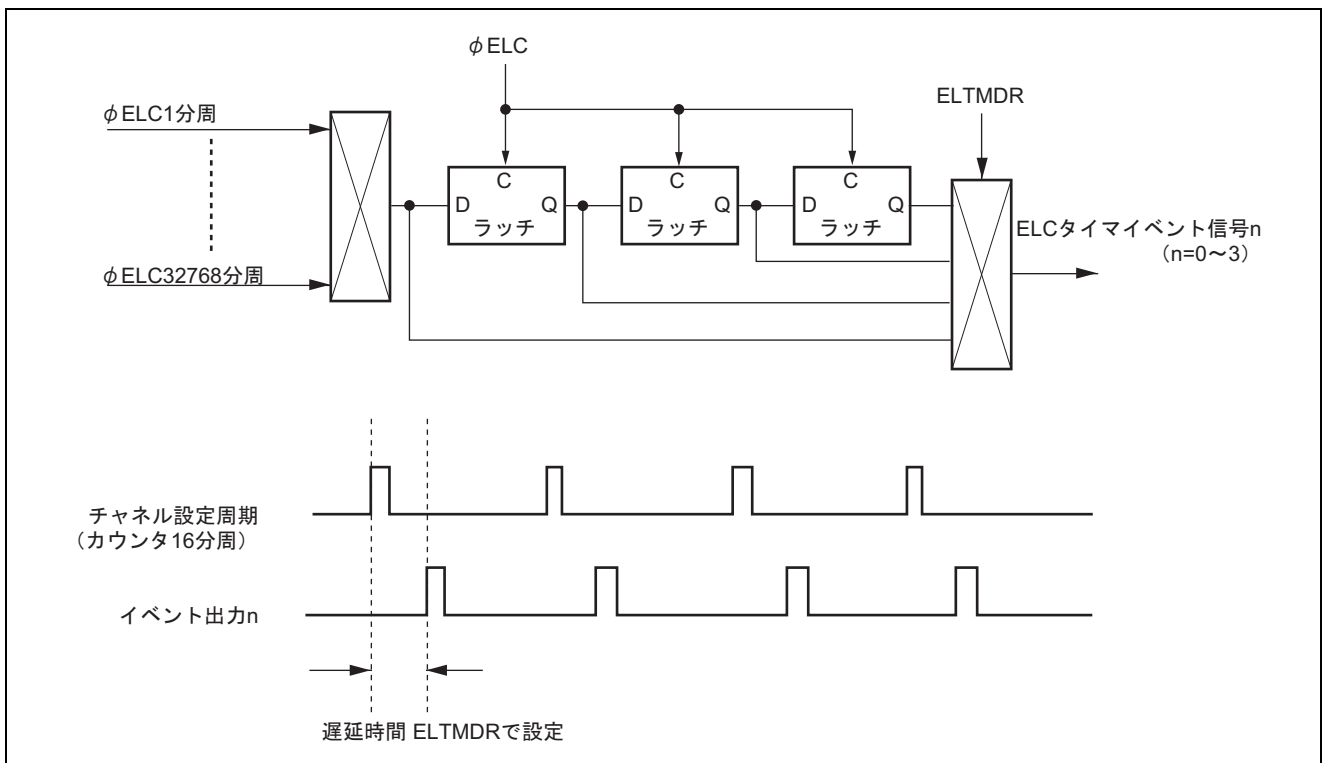

図 12.8 イベント発生タイマの動作
- 4チャンネルのイベント出力が可能です (図12.8参照)。